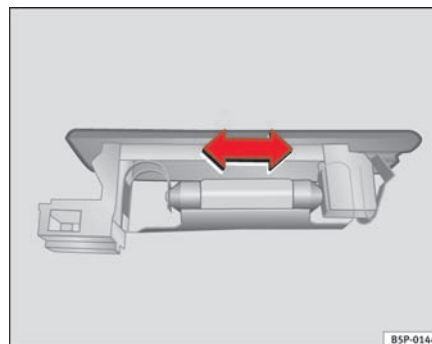

Fig. 147 Bagagerumslys
- Tryk pæren til siden, og tag den ud af huset ⇒ fig. 147. ■